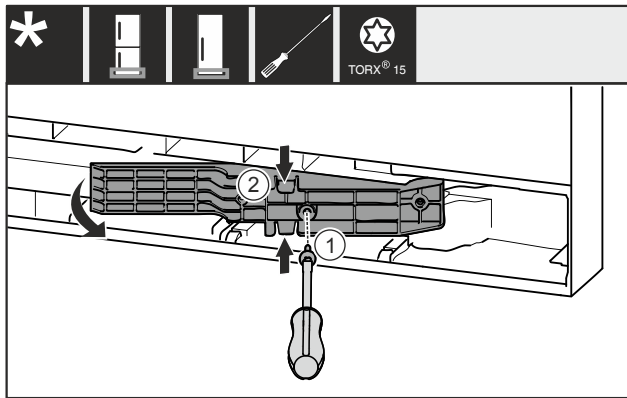

Fig. 20 *
- ▶ 移除螺栓 Fig. 20 (1)。*
- ▶ 将上方和下方适配件 Fig. 20 (2)轻轻挤压在一起，然后向前拉出。*